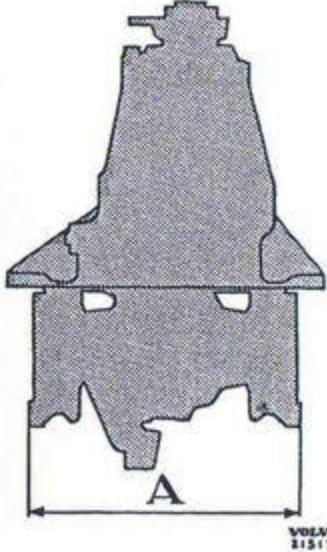

Bild 87. Mättet över styrklackarna
- Dra alla skruvarna för lagerhylsan och skruvarna för ställmutterna. Kontrollera mättet över styrklackarna (bild 87), mättet skall vara  $270 \pm 0,1$  mm. Dra skruvarna för överfallen med 19,5–22 kgm. Lås alla skruvar.